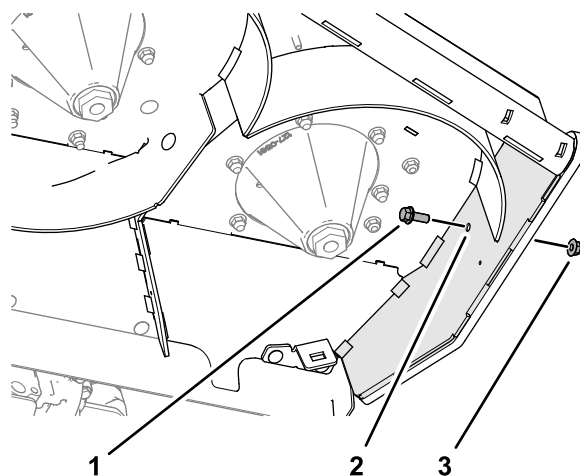

Figura 42
2. Montate una vite a testa cilindrica flangiata ($\frac{3}{8}$ " x 1") nel foro da 10 mm nel piatto di taglio (Figura 42) e fissate le viti a testa cilindrica con il dado di bloccaggio flangiato ($\frac{3}{8}$ ") che avete rimosso al punto 1.